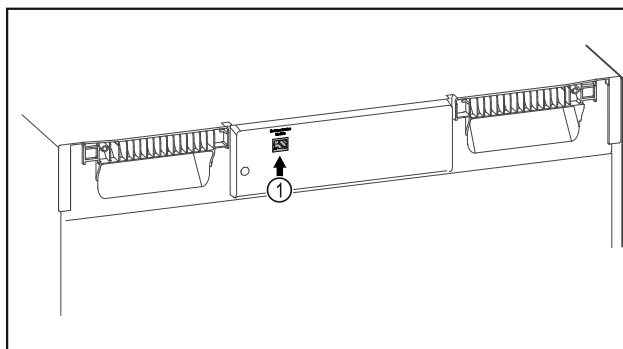

Fig. 101
- SmartModule Fig. 101 (1) on otettu käyttöön.